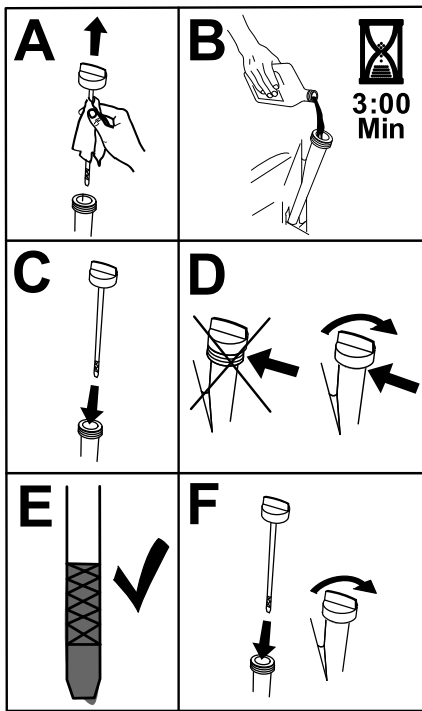

Figure 44
6. Versez lentement environ 80 % de l'huile spécifiée dans le tube de remplissage, puis faites l'appoint lentement jusqu'à ce que le niveau atteigne le repère maximum (Full) (Figure 44).